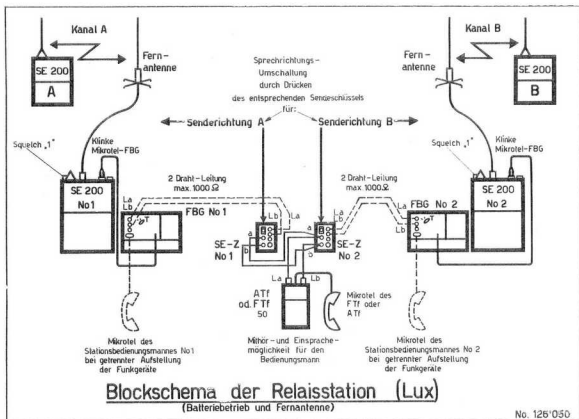

Fig. 23
2. Der Aufbau der Relaisstation (Siehe Blockschema Fig. 23)